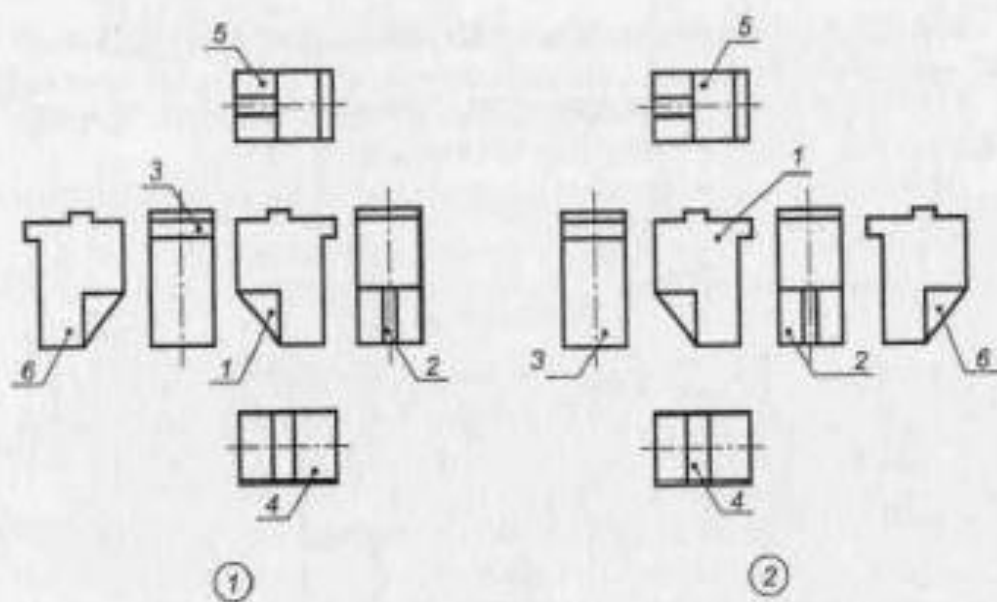

Рис. 44
3.17. На рис. 44 приведены два варианта выполнения чертежа одной детали, содержащие шесть основных видов, каждый из которых обозначен цифрой. Назвать эти виды.